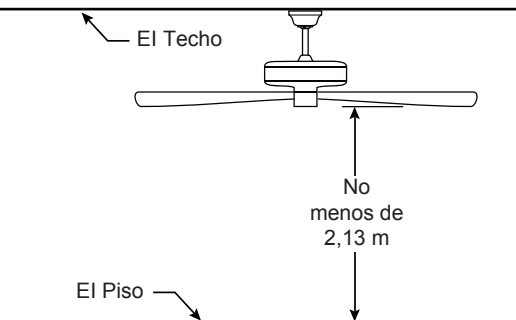

Figura 2
Uso de perfil profundo (Figura 2)
2. Extraiga la pieza de la bola colgante de la unidad de la bola colgante / varilla aflojando el tornillo de presión de la bola colgante hasta que la bola se libere de la varilla. Retire el pasador del barral y luego extraiga la semiesfera. Conserve el pasador y la semiesfera para su reinstalación en el Paso 7. (Figura 2)
Debe colgar el ventilador a una distancia mínima de 2,13 m desde las aspas hasta el piso. (Figura 2)
Para evitar una posible descarga eléctrica, asegúrese de cortar la alimentación eléctrica de la caja de fusibles principal antes de alambrado el ventilador. (Figura 2)
2. Coloque y ajuste firmemente la cubierta para el tornillo de la base sobre los tornillos de reborde de la abrazadera para colgar mediante el mecanismo de seguro por giro del chavetero. (Figura 2)
2. Instale y fije con firmeza todos los tornillos con arandelas planas inoxidable en la parte inferior de la palas, y luego fije los tornillos instalados anteriormente en la parte superior del motor. (Figura 2)
- 2. Restaure la fuente de alimentación de la toma de corriente enciendiendo la electricidad del fusible principal. (Figura 2)